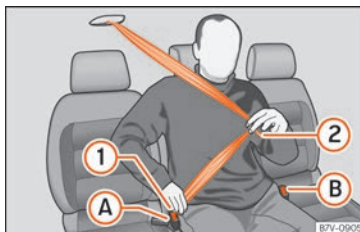

Fig. 14 Boucler la ceinture du siège central dans la seconde rangée.
- Tirez sur la sangle de la ceinture vers le bas grâce au pêne » » » **fig. 14 (1)**. **Ne tordez pas** la ceinture en le faisant » » » .
- Le pêne (1) doit être encastré dans le boîtier de verrouillage du siège auquel il est destiné **(A)**.
- Passez la sangle de la ceinture devant le bassin du passager en tirant sur le pêne » » » **fig. 14 (2)**.
- Le pêne (2) doit être encastré dans le boîtier de verrouillage du siège auquel il est destiné **(B)**.
- Appuyez sur la touche rouge du boîtier de verrouillage » » » **fig. 14 (A)**. Le pêne sera expulsé du boîtier de verrouillage.
- Appuyez sur la touche rouge du boîtier de verrouillage » » » **fig. 14 (B)**. Le pêne sera expulsé du boîtier de verrouillage.